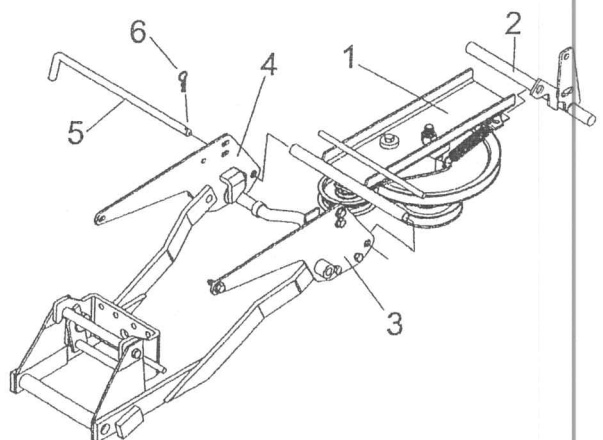

Figure 10
- Installer le mécanisme d'entraînement sous le tracteur (fig. 10, item 1) en accrochant la partie arrière à l'arbre transversal du relevage (item 2). Fixer la partie avant entre les supports (item 3 & 4) avec la goupille (item 5) et sécuriser avec la goupille à ressort 2.5 mm (item 6).